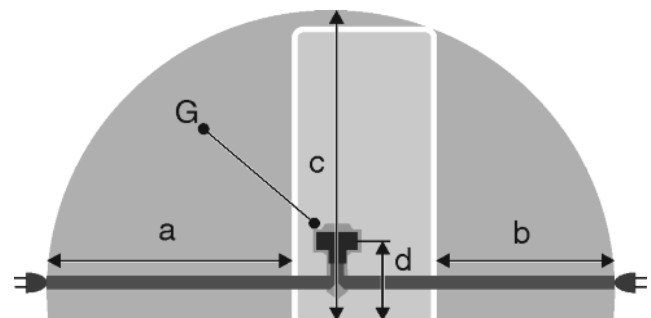

Fig. 46
- Steckdose liegt außerhalb des Geräterückseitenbereichs im gegebenen Bereich *Fig. 46 (a, b, c)*.
- ▶ Gerätestecker *Fig. 46 (G)* auf der Rückseite des Gerätes einstecken. Auf richtiges Einrasten achten.